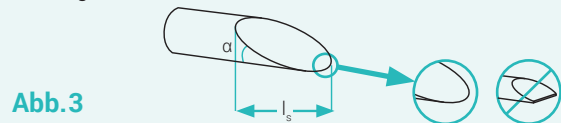

Abb. 3
- Ca. 0,5 m des Dichtungsbandes abwickeln und mit einem scharfen Messer ohne Absatz schräg abschneiden → Länge des Schrägschnittes (l_s) = ca. 15 - 20 mm mit einem Winkel α < von ca. 30° (Abb. 3).